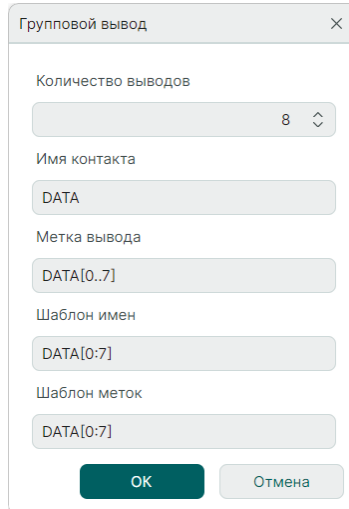

Рис. 251 Окно «Групповой вывод»
2. Настройте параметры размещаемого группового вывода, см. Рис. 251.